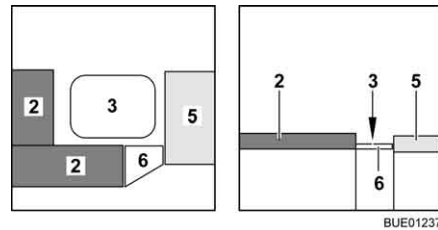

Fig. 95 Durante la trasformazione
- Agganciare l'allargamento letto (Fig. 95,6) nelle cassapanche.